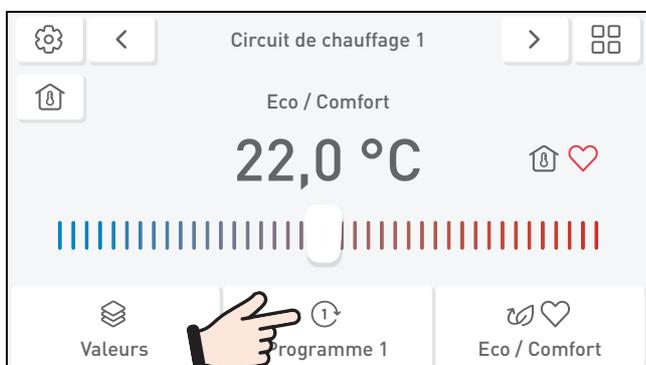
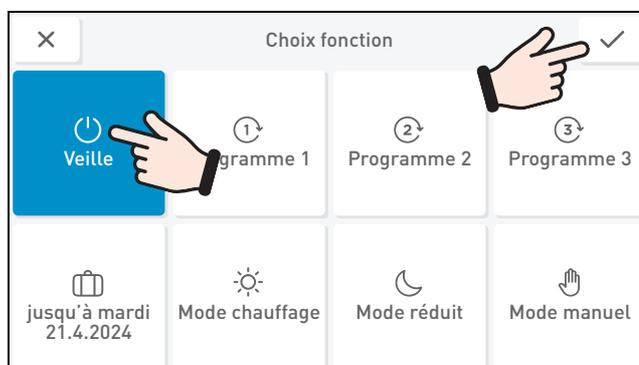

Fig. 17
Fig. 18
- ▶ Appuyer sur le bouton Choix fonction (Fig. 17) et sélectionner « Veille »  et confirmer ✓ – Fig. 18.